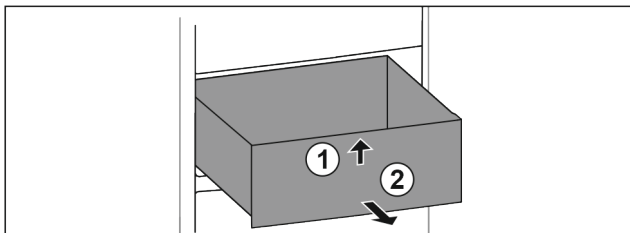

Fig. 93
- Schubfach vorne anheben. Fig. 93 (1)
- Schubfach nach vorne entnehmen. Fig. 93 (2)